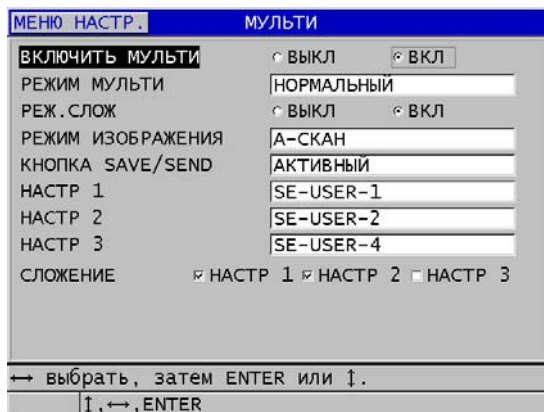

Рис. 7-7 Настройка параметров мульти-измерения в нормальном режиме
5. В окне **МУЛЬТИ** (см. Рис. 7-7 на стр. 103):